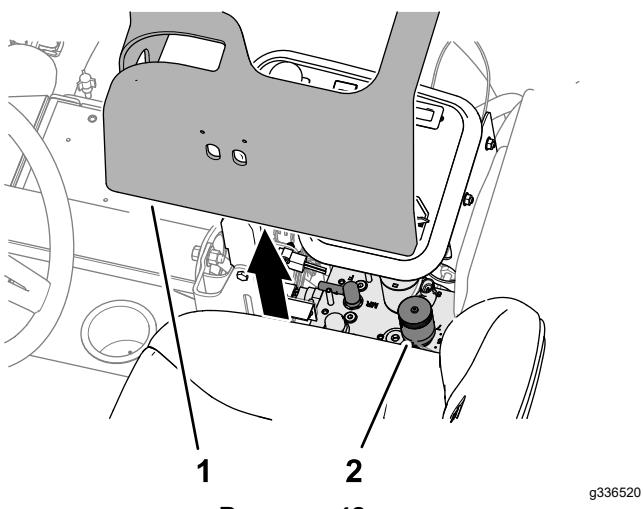

Рисунок 48
- Поднимите крышку с рычага управления (Рисунок 48).